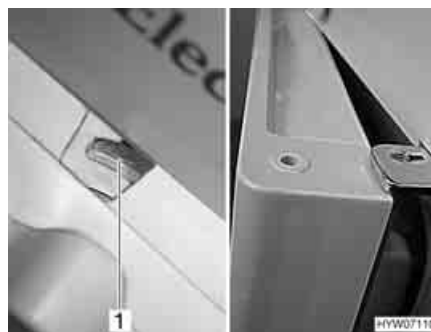

Fig. 198 Porta del frigorifero in posizione di ricircolo dell'aria (serie Dometic 7)
- Spostare il dispositivo di bloccaggio completamente verso destra. La porta del frigorifero è bloccata con l'ausilio dell'arresto della porta (Fig. 198,1). In questo modo la porta del frigorifero rimane ferma in posizione socchiusa (Fig. 198).